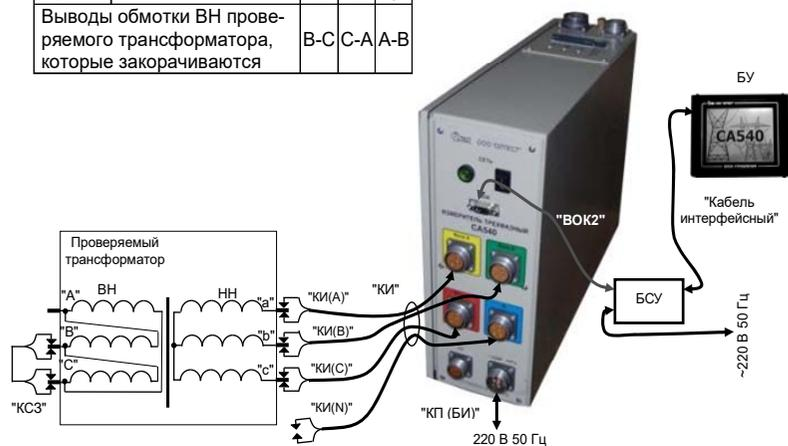

Рисунок 6.27
1) Собрать измерительную цепь при управлении Измерителя от БУ (рисунок 6.27) с использованием встроенного источника питания для трансформатора с обмоткой НН Y (для обмотки Z – аналогично).